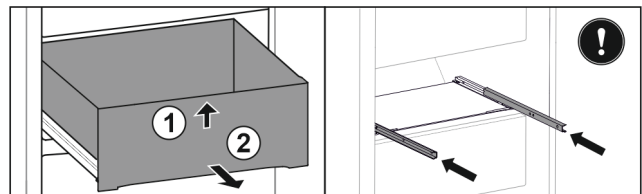

Fig. 39
- ▶ Приподнимите выдвижной ящик спереди. Fig. 39 (1)
- ▶ Извлеките выдвижной ящик движением вперед. Fig. 39 (2)